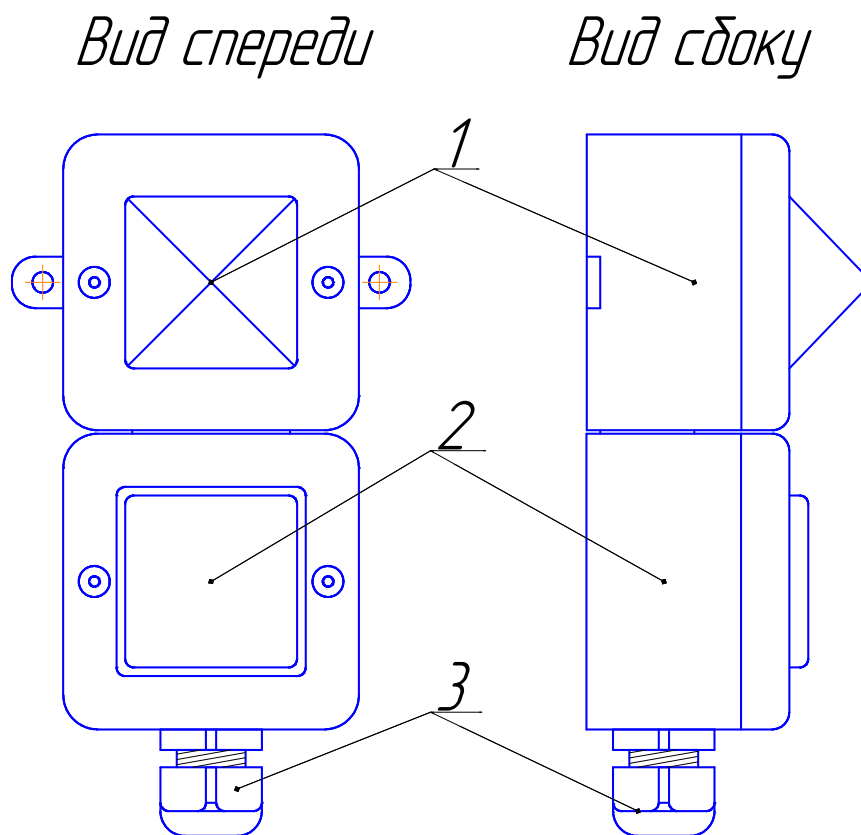

Рисунок 1 – Пост ПСС
На лицевой стороне находятся следующие органы индикации (Рисунок 1):
1.1.3 Подключение кабеля осуществляется на клеммы расположенные внутри корпуса ПСС (Рисунок 1)